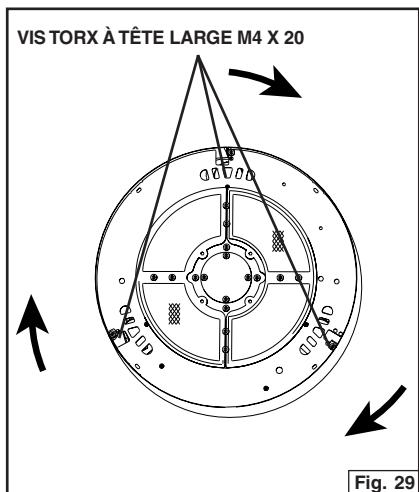

Fig. 29
2. Tournez le déflecteur décoratif afin d'aligner ses trous sur ceux de la bride. Fixez le déflecteur avec (3) vis Torx à tête large M4 x 20. Fig. 29. Enlevez la pellicule protectrice. Faites de même pour l'autre déflecteur.